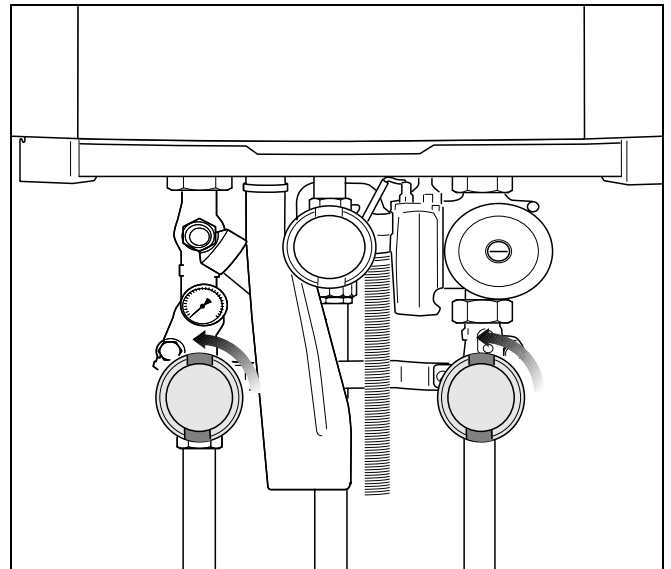

Рис. 11 Открытие регулировочных кранов (здесь: краны в положении "открыто")
- Подсоединить шланг к крану для заполнения и слива (рис. 11, поз. 1).
- Открыть кран для заполнения и слива (рис. 11, поз. 2).